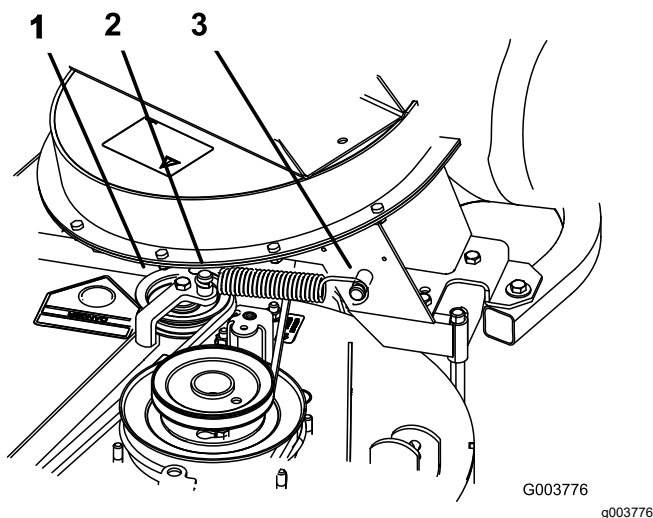

Figura 43
8. Instale el muelle como se muestra en la Figura 43.